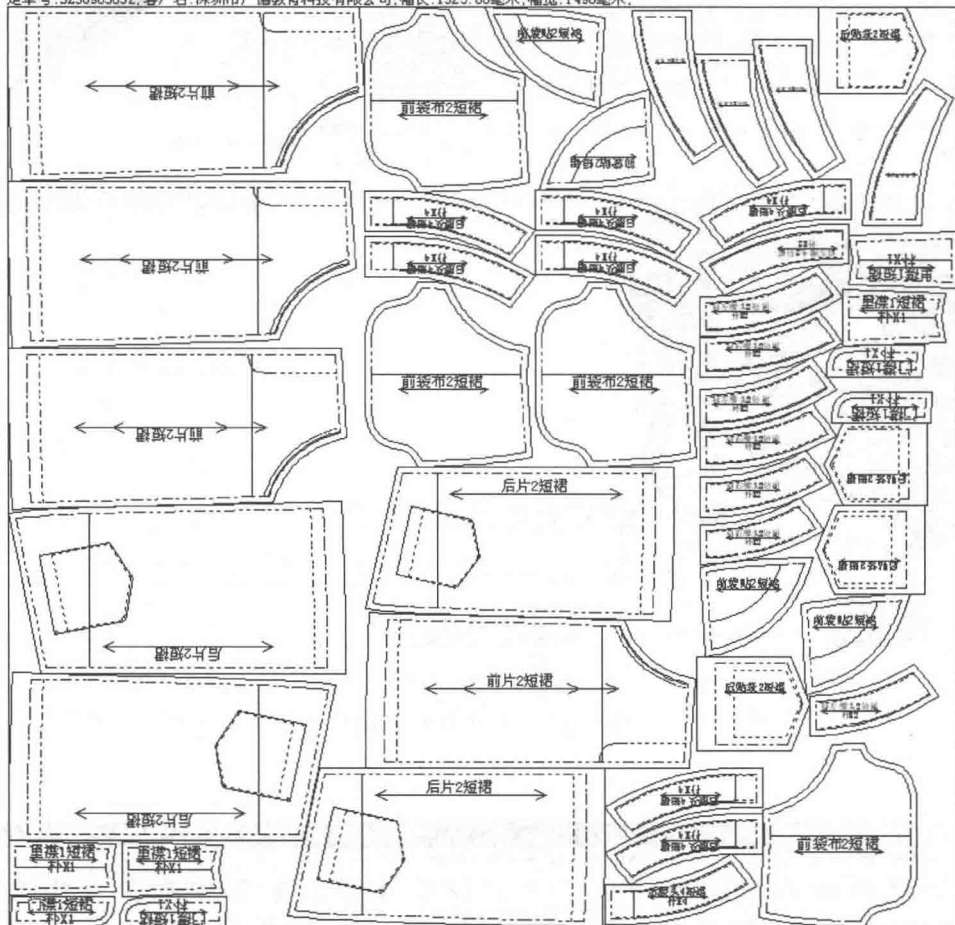

图6-60 排料文档
(10) 单击【文档】→【另存】, 弹出【另存为】对话框, 保存唛架。排料文档如图6-60所示。